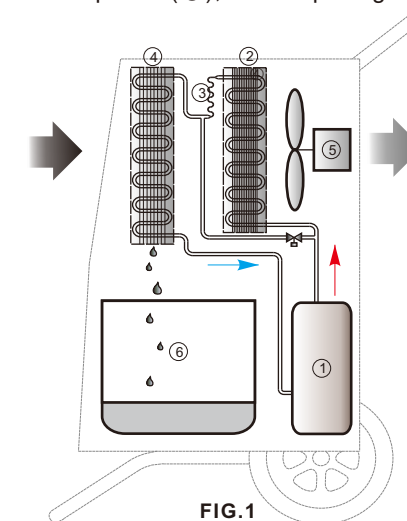

FIG.1
(Se FIG.1) MDR-affugternes design er baseret på nedkølingscirkulationssystemet. I dette hermetisk lukkede system pumper og komprimerer kompressoren (①) kølemidlet til en gas med høj temperatur og sender den videre til kondensatoren (②).